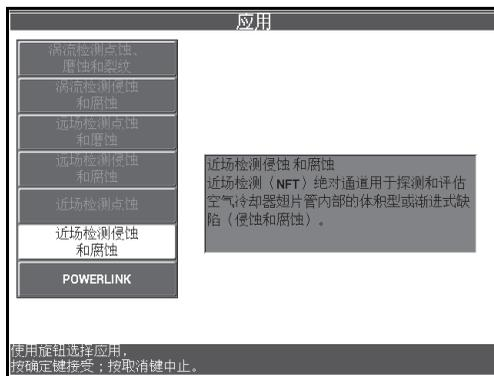

图 5-234 近场检测侵蚀和腐蚀应用
2. 选择**继续**（功能键 A），打开应用选择菜单，然后使用旋钮，选择**近场检测侵蚀和腐蚀**，然后按确定键（）接受（参见第 275 页的图 5-234）。